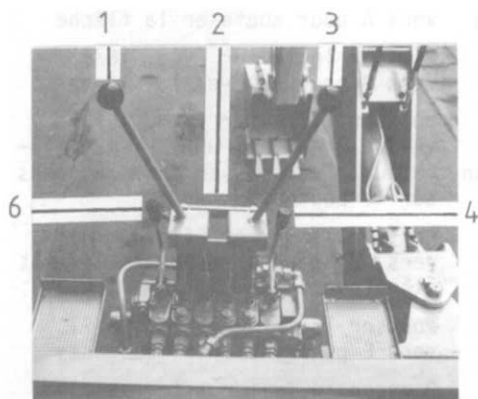

Bild 20
Handhebel (Bild 20/1)
Handhebel (Bild 20/3)
Handhebel (Bild 20/4)
Handhebel (Bild 20/6)
- Kugelblockhahn schließen danach Handhebel (Bild 20/1) loslassen.
Hand lever (fig. 20/1) in direction A - Lowering boom	Pousser le levier (fig. 20/1) vers A pour abaisser la flèche
Hand lever (fig. 20/1) in direction B - Lifting boom	Pousser le levier (fig. 20/1) vers B pour relever la flèche
Hand lever (fig. 20/1) in direction C - Emptying bucket	Pousser le levier (fig. 20/1) vers C pour vider le godet
Hand lever (fig. 20/1) in direction D - Filling bucket	Pousser le levier (fig. 20/1) vers D pour basculer le godet
Hand lever (fig. 20/3) in dir. E - Extending digger arm	Pousser le levier (fig. 20/3) vers E pour déployer le bras
Hand lever (fig. 20/3) in dir. F - Folding digger arm	Pousser le levier (fig. 20/3) vers F pour rappeler le bras
Hand lever (fig. 20/3) in direction G - Slewing left	Pousser le levier (fig. 20/3) vers G pour pivotement à gauche
Hand lever (fig. 20/3) in direction H - Slewing right	Pousser le levier (fig. 20/3) vers H pour pivotement à droite
Hand lever (fig. 20/4) - Retracting or telescoping the right backhoe stabilizer	Le levier (fig. 20/4) sert à sortir et à rentrer la béquille droite de la pelle arrière.
Hand lever (fig. 20/6) - Retracting or telescoping the left backhoe stabilizer	Le levier (fig. 20/6) sert à sortir et à rentrer la béquille gauche de la pelle arrière.